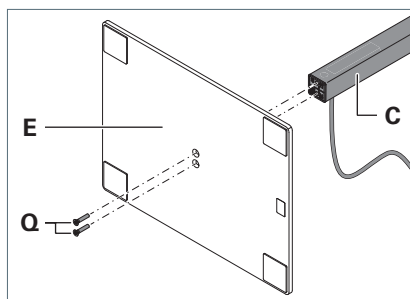

Fig. 4: Monter le bras vertical.
3. Montez le bras vertical avec les vis fournies **Q** au pied du luminaire **E**, voir Fig. 4.